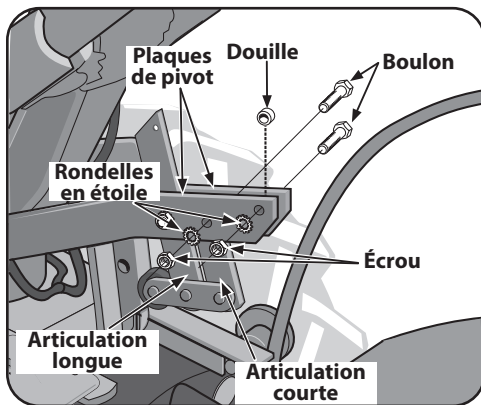

Figure 3-6
2. Retirez les jeux d'écrous, de rondelles en étoile et de vis ainsi que la douille des plaques de pivot. Voir Figure 3-6. Il y a une douille à l'intérieur de l'articulation courte. Faites attention de ne pas la perdre lorsque vous enlevez le boulon.